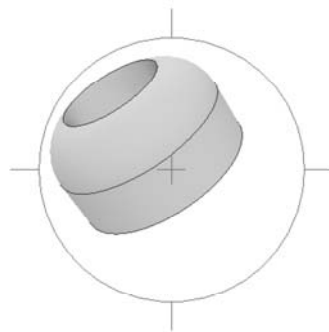

图 1-10 模型及轴心指示器
(1) 单击鼠标左键(MB1)用于选择对象，双击用于编辑对象。例如，单击某一特征会弹出对应的【特性】面板，可以进行参数设置。
(2) 单击鼠标右键(MB3)用于弹出选择对象的快捷菜单。
(3) 按下滚轮(MB2)可平移用户界面内的三维数据模型。
(4) 按下 F4 键的同时按住鼠标左键并拖动可以动态观察当前视图。鼠标放置轴心指示器的位置不同，其效果也不同，如图 1-10 所示。
(5) 滚动鼠标中键(MB2)用于缩放当前视图(单击【工具】选项卡【选项】面板中的【应用程序选项】按钮，打开【应用程序选项】对话框，在【显示】选项卡中可以修改鼠标的缩放方向)。